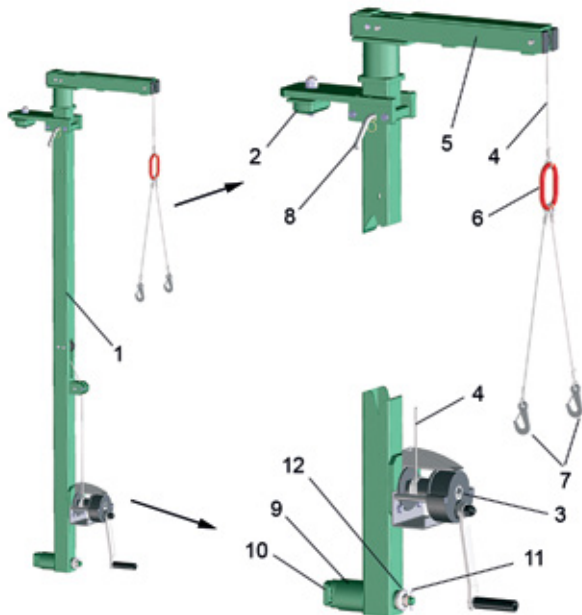

Bild 8-17
11. **ENTLADEN:** Beim Entladen der Flugverladepalette in umgekehrter Reihenfolge vorzugehen. Bild 8-17 zeigt den Zustand eines mit allen Einzelkomponenten bestückten Grundrahmens einer Flugverladepalette.